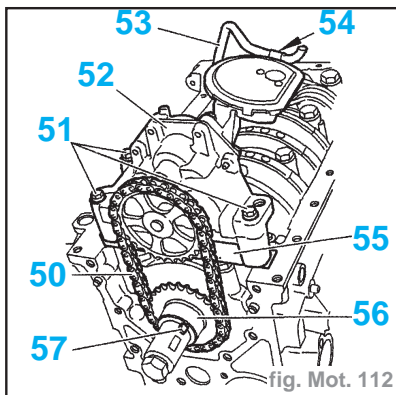

fig. Mot. 112
- Déposer (fig. Mot. 112) :
- les vis (51) (repérer leurs emplacements)
- la vis (54)